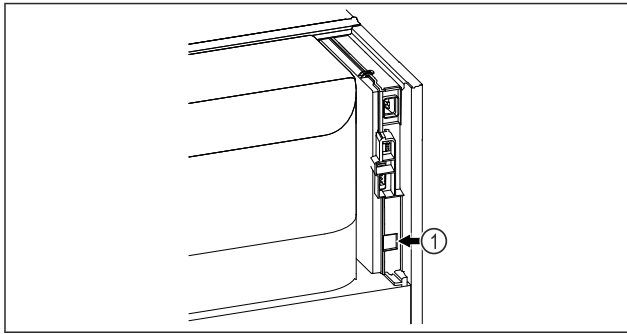

Fig. 127
- ❑ SmartModule Fig. 127 (1) ir ievietots.